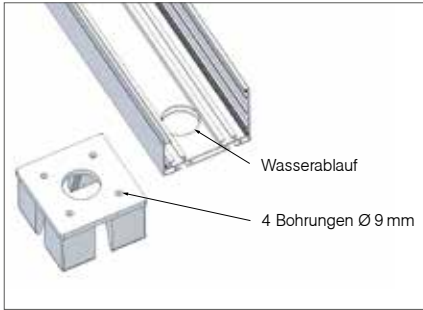
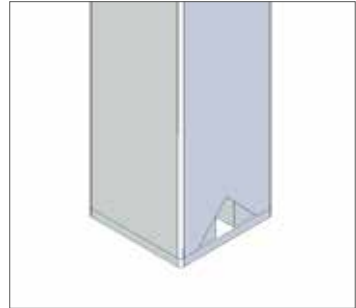

Abb. 9: Wasserablauf Regenrinne
Abb. 10: Wasserablauf Stütze
An Markierungen der Stützprofil-Endkappen 4 Löcher  $\varnothing 9$  mm bohren (Abb. 9):
- » Bei Bestellung ohne Wasserausschnitt schneiden Sie ins untere Ende des Stützprofils den Wasserausschnitt. Abhängig von der Wasserablaufbohrung in der Dachrinne (Abb. 9) kann der Wasserausschnitt (Abb. 10) an der linken oder rechten Stütze platziert werden.